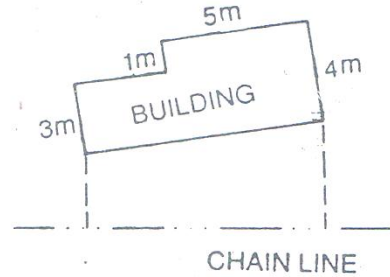

Fig. 2.13
- که چېرته تعمیر کو چني وي دهغې کنجونه د مايل یا عمودي افسټ پواسطه باندې رسمېږي او نور نقاط په مستقیم ډول سره اندازه کوو او په ساحوي کتاب کېي لیکو. د fig 2.13 شکل مطابق